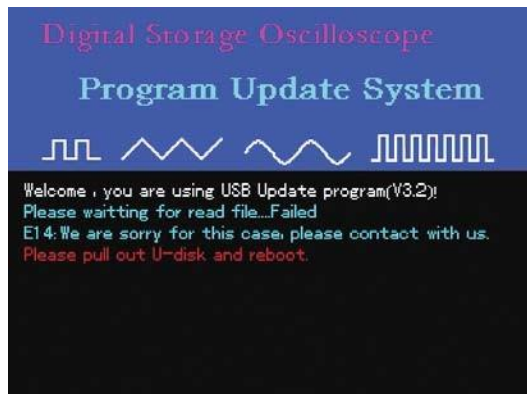

Abbildung 5-9
4. Wenn während des Upgrades das Dokument im USB-Stammverzeichnis beschädigt ist und nicht gelesen werden kann, wird die in Abbildung 5-9 gezeigte Aufforderung angezeigt: "E14: Es tut uns leid, bitte kontaktieren Sie uns. Bitte ziehen Sie die U-Disk heraus und starten Sie neu."